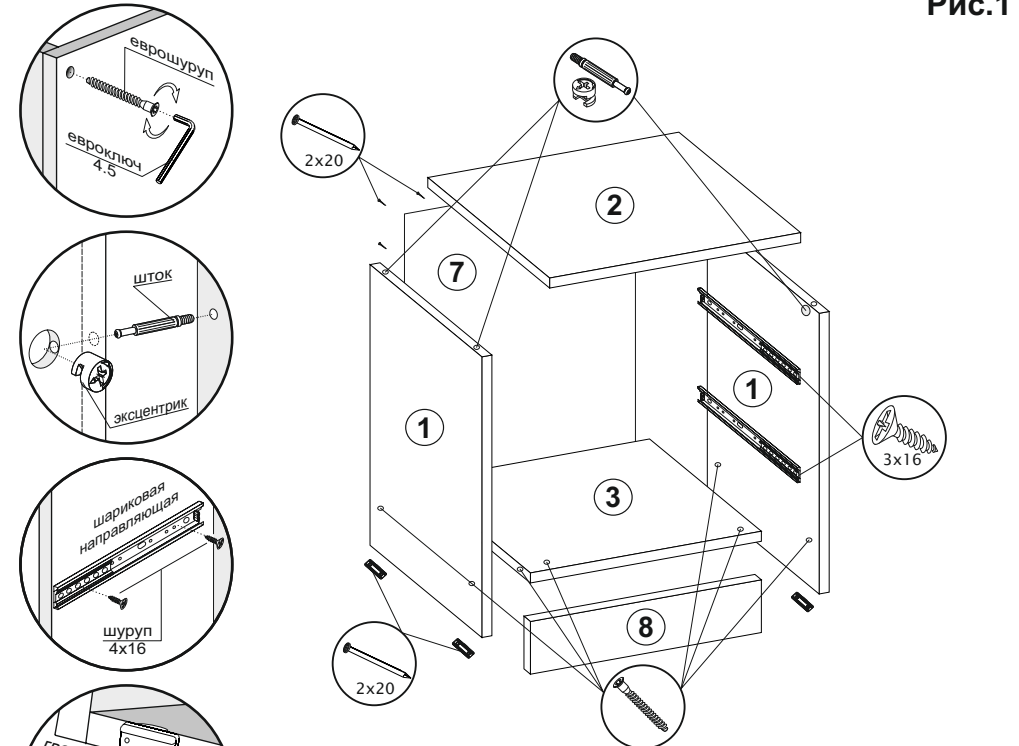

Рис.1
- К боковинам (1) монтировать направляющие шурупами 3x16 по наметкам (рис.1).
- Соединить боковины (1), стяжку (3) и цоколь (8) еврошурупами (рис.1).
- К собранной части изделия монтировать крышу (2) с помощью эксцентриков (рис.1).
- Перевернуть собранное изделие лицевой частью вниз, замерить диагонали секции (они должны быть равны: ± 2 мм). Прибить гвоздями 2x20 подпятники и заднюю стенку, состоящую из ДВП (7) (рис.1).